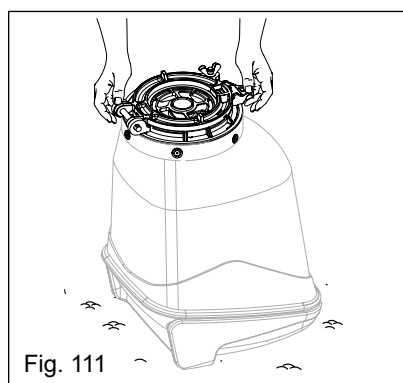

Fig. 111
d) Posicione o depósito com o fundo para cima (Fig. 111).